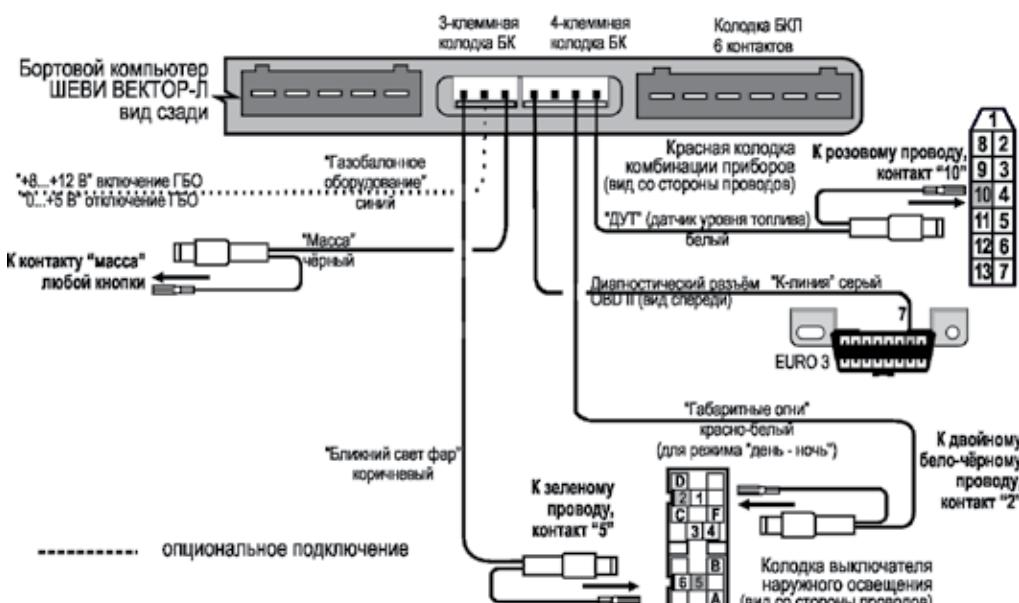

Рис. 11 Схема подключения жгутов №1 и №3 для а/м 55-й комплектации с заглушкой (без АБС и ПБ) с 2009 г.
4.4 Подключение жгута №1. (см. Рис.11)
4.5 Подключение жгута №3. (см. Рис.11)
Для автомобиля с установленным газобалонным оборудованием, синий провод "Сигнал ГБО" (см. Рис.11), рекомендуем подключать двумя способами - либо к управляющему выводу клапана жидкой фазы или эмулятора форсунок (на этом выводе появляется +8...12 Вольт при включении подачи газа), либо к управляющей кнопке (нужно найти в разъеме кнопки провод, на котором появляется +8...12 вольт при включении газа).